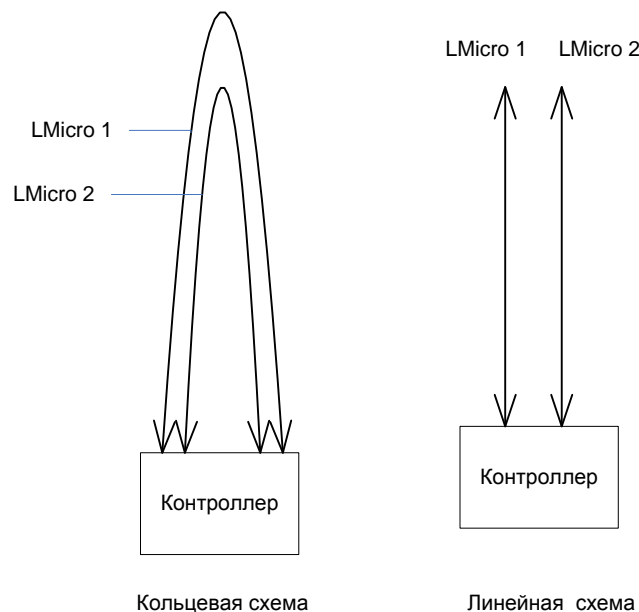

Рисунок 2. Варианты подключения адресных линий LMicro к контроллерам серии L6
2. Адресная линия уровня контроллеров LBUS (Рисунок 2). Служит для объединения контроллеров в единую систему, управляемую с помощью пульта RC100. Возможно использование нескольких пультов управления и индикации (до 15).